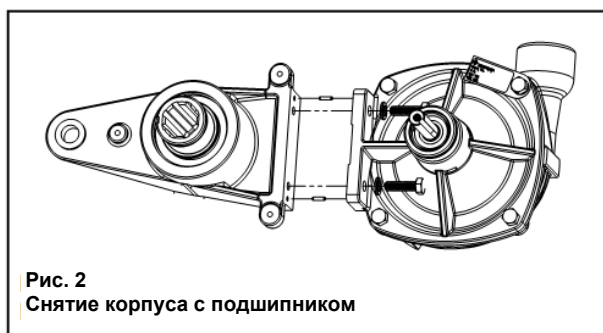

Рис. 2
1. Снимите крышку защитного кожуха. Вставьте торцевой ключ 15/16 дюйма в головку болта маятникового рычага и приложите напряжение против часовой стрелки. Снимите ремень с большого шкива. Уберите ремень. Снимите стопорное кольцо, удерживающее ведущий шкив на валу; затем снимите ведущий шкив и выньте шпонку из 8-шлицевого вала. Выкрутите установочный винт, удерживающий ведомый шкив на валу насоса; затем снимите ведомый шкив и выньте шпонку из вала насоса. Снимите стопорное кольцо, удерживающее узел кронштейна натяжителя на крепежном фланце (см. рис. 6). Снимите узел кронштейна натяжителя и торсионную пружину с крепежного фланца (см. рис. 6). Снимите защитный кожух с узла, открутив три винта 1/4-20, удерживающие его. Снимите кронштейн корпуса подшипника с насоса (см. рис. 2).